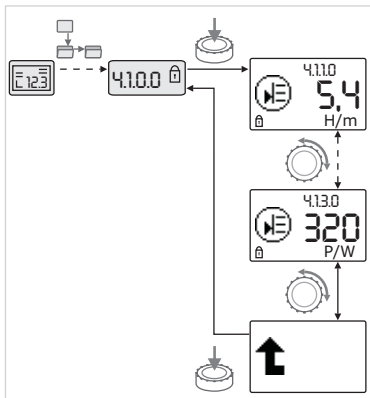

Fig. 46: 정보 호출
- 적색 버튼을 돌리면 현재 하위 메뉴의 „정보“ 유형 메뉴 항목이 구동됩니다(Fig. 46 참조). 심벌 및 세팅에 대한 설명은 다음 단원의 표를 참조하십시오(8.7 „참조 메뉴 항목“, 35페이지).